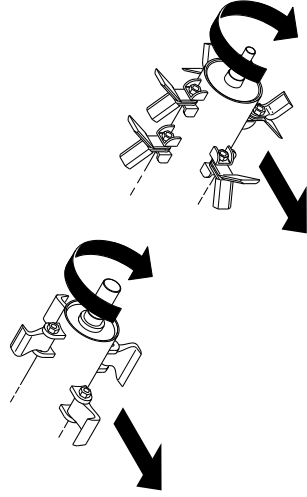

Fig. 14
- Sistemare le coppie più pesanti alle due estremità del rotore, le coppie più leggere al centro (Fig. 14).
- Placer les paires les plus lourdes aux deux extrémités du rotor, les paires les plus légères au centre (Fig. 14).
- Ubicar los pares más pesados en las dos extremidades del rotor, los pares menos pesados al centro (Fig. 14).